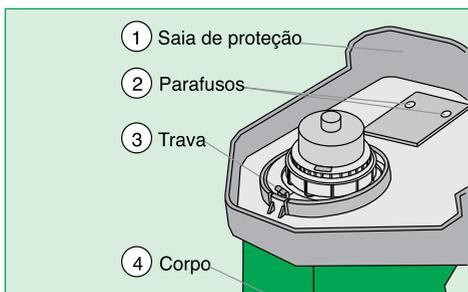

Fig. 1
- ✓ Você recebe o cortador/aparador de grama TRAPP montado, exceto a saia de proteção. Ela vem acondicionada junto com o equipamento, na mesma embalagem. Para montá-la, vire o cortador/ aparador de grama para cima (Fig. 1).
- ✓ Posicione a saia de proteção conforme o desenho, encaixe-a na trava (3) (Fig. 2), pressione junto ao corpo (4), coloque os parafusos (2) e dê o aperto (Fig. 1).